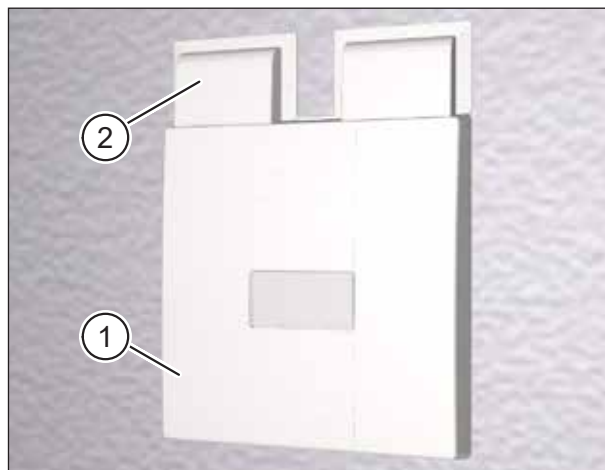

Abb. 39: Lüftungsgerät eingebaut
- Der Einbau des Lüftungsgerätes (Pos. 1 in Abb. 39) in das Montageset ist in der separaten Montageanleitung beschrieben (siehe „1.8 Ergänzende Dokumente“ auf Seite 6).
- Der Einbau der Kanaladapter (Pos. 2 in Abb. 39) ist in der separaten Montageanleitung beschrieben (siehe „1.8 Ergänzende Dokumente“ auf Seite 6).